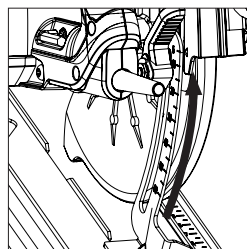

Fig. 10
(12) REGOLAZIONE PROFONDITÀ DI TAGLIO
- Allentare il meccanismo di bloccaggio della profondità di taglio tirando verso l'alto la leva di funzionamento. **(Fig. 10)**